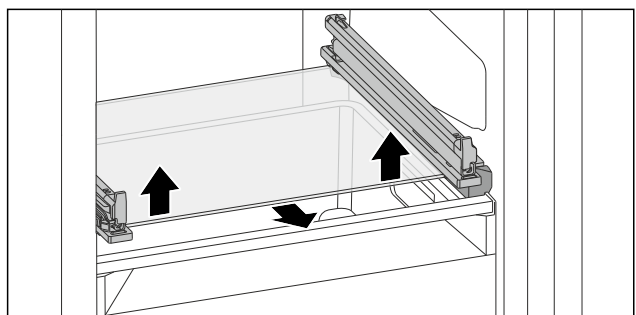

Fig. 120 可倾斜抽屉的玻璃隔板
- ▶ 从下方两侧向上推玻璃隔板。(参见 Fig. 120)